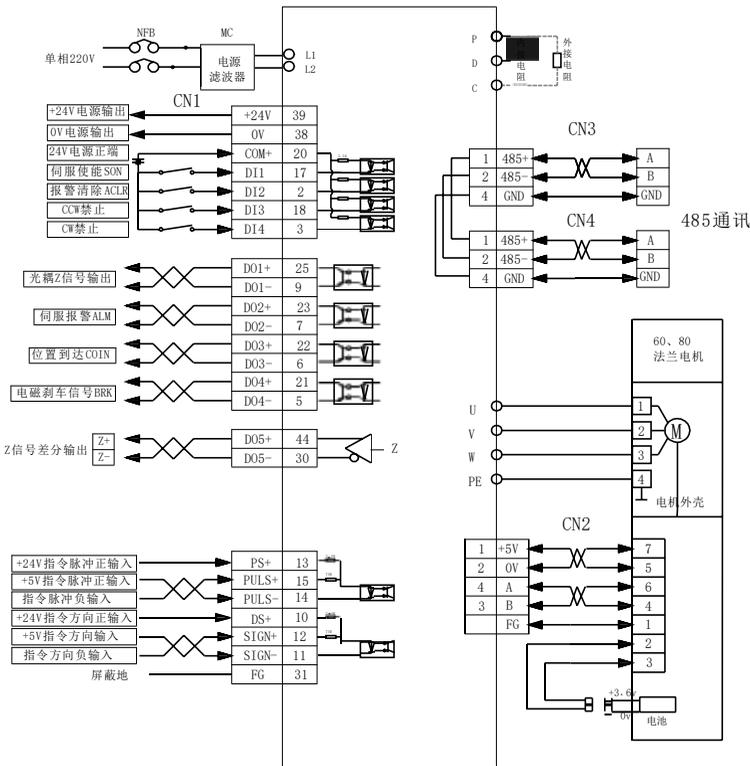

图5.2 位置模式接线图
3) 参考图5.2配线说明连接CN1端子中的脉冲方向输入和脉冲指令输入以及所需的DI/DO信号，如同伺服使能，报警清除，定位完成信号等。